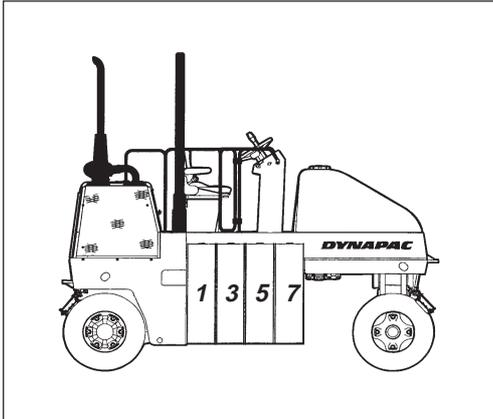

Abb. 12 Max. ballast, 8 boxar
1. Ballastkästen (1) und (2) in Abbildung 12 und 13 ignorieren; an diesen Stellen werden die zusätzlichen Fußtritte montiert. Zuerst Ballastkasten (3) und dann (4) an den jeweiligen Positionen anbringen. In chronologischer Reihenfolge fortfahren, siehe Abbildung 13.